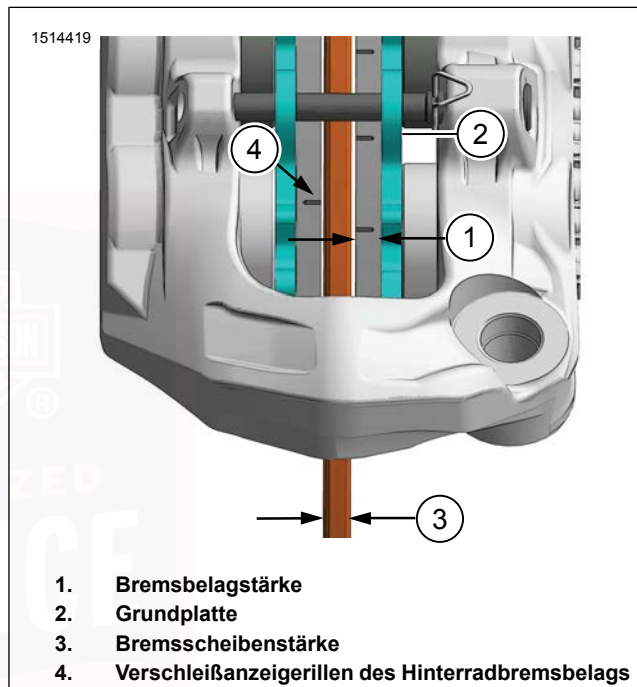

Abbildung 56. Bremsstärke
2. Siehe Abbildung 56. Die Dicke des Reibbelagsmaterials im Bremsbelag messen.